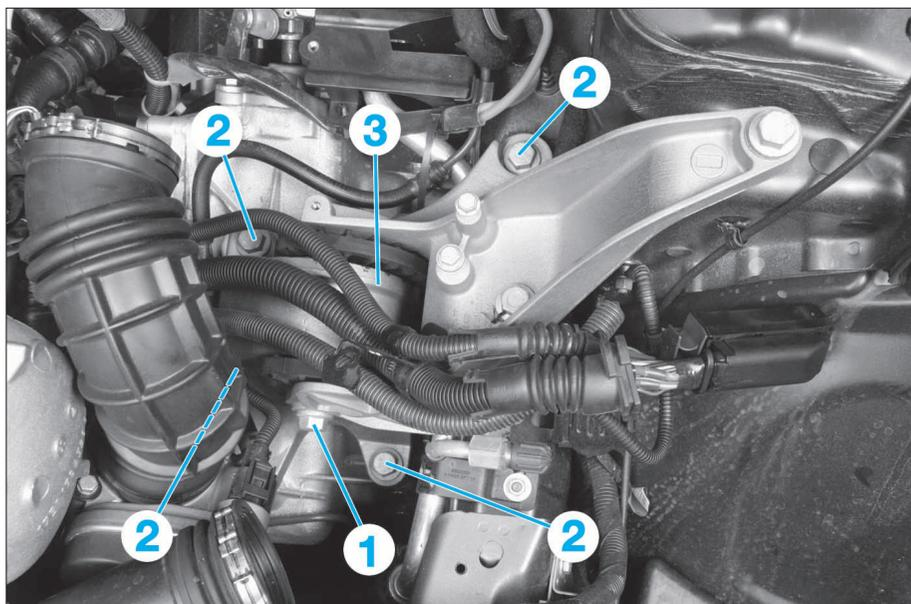

FIG. 12
- la vis (1) (Fig.12) du support moteur.
- les 4 vis (2).
- le support (3).